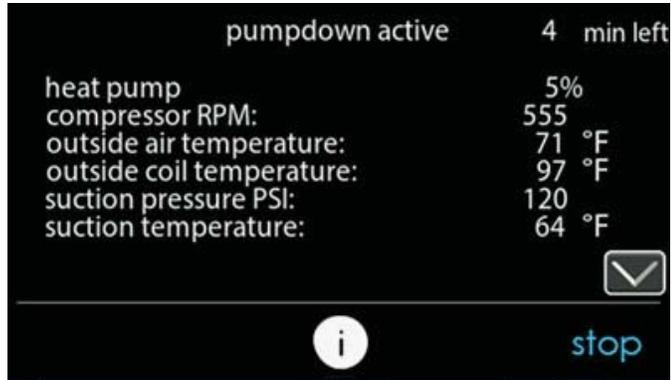

Fig. 23 – Pantalla "Pump Down Status" (Estado de bombeo) ^{A20041}
4. Seleccione "Start" (Iniciar) en la IU para iniciar el proceso de bombeo. La unidad empezará a funcionar en el modo seleccionado después de un momento breve y se mostrará una pantalla de estado. Consulte la Fig. 23.